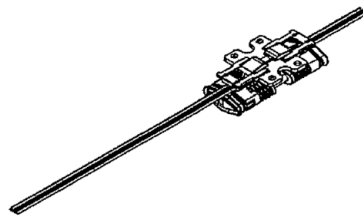

図2
- 図2、3の手順でピストンAss'yにシールベルトを通し、シリンダチューブに組付けてください。